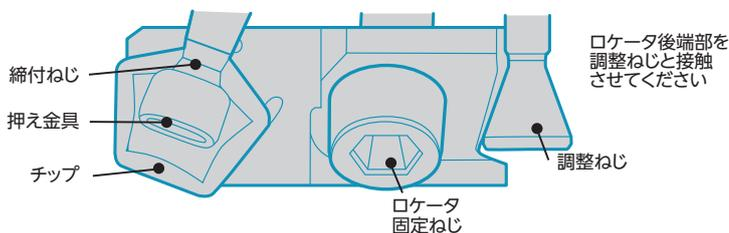
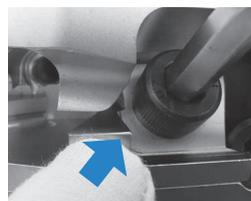

Fig. 1
Fig. 2
2. ロケータ後端部を調整ねじと接触させ (Fig. 1)、内側へ軽く押し当ててください (Fig. 2) ロケータ固定ねじを仮締めしてください